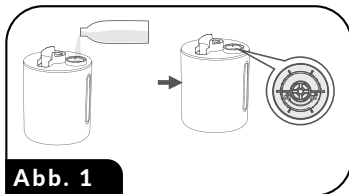

Abb. 1
1. Entfernen Sie die Auslaufabdeckung (10) vom Wasserbehälter (6).
2. Entfernen Sie den Wasserbehälter (6) vom Luftbefeuchtergestell (1), indem Sie den Griff (9) fassen und den Behälter dann auf den Kopf stellen. Den Wasserfüllstopfen (7) am Boden des Behälters abschrauben.
3. Gießen Sie maximal 5 Liter kaltes vorzugsweise entmineralisiertes Wasser (Abb. 1), mit einer Temperatur von höchstens 40°C in den Behälter ein. Kappe (7) aufsetzen und schließen.
4. Drehen Sie den Behälter um und setzen Sie ihn auf das Gestell auf (1). Nach dem Aufsetzen des Behälters müssen die beiden Striche am Gestellgehäuse mit den beiden Strichen am Behältergehäuse übereinstimmen.